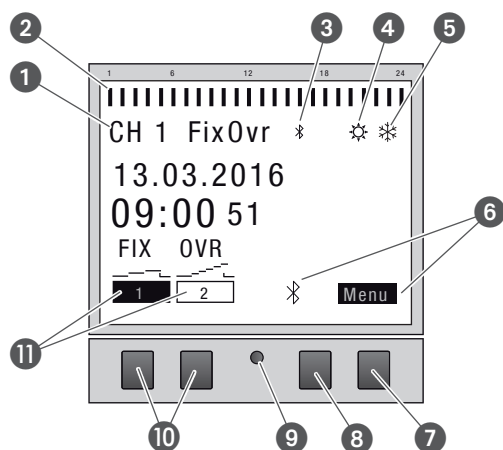

Fig. 3: Structure de l'écran
### Affichage des fonctions des deux touches droites (fig. 3/7 + 8)
### Affichage des fonctions des deux touches gauches (fig. 3/10)
La structure des menus s'affiche à l'écran une fois la touche Menu actionnée (fig. 3/⑦).